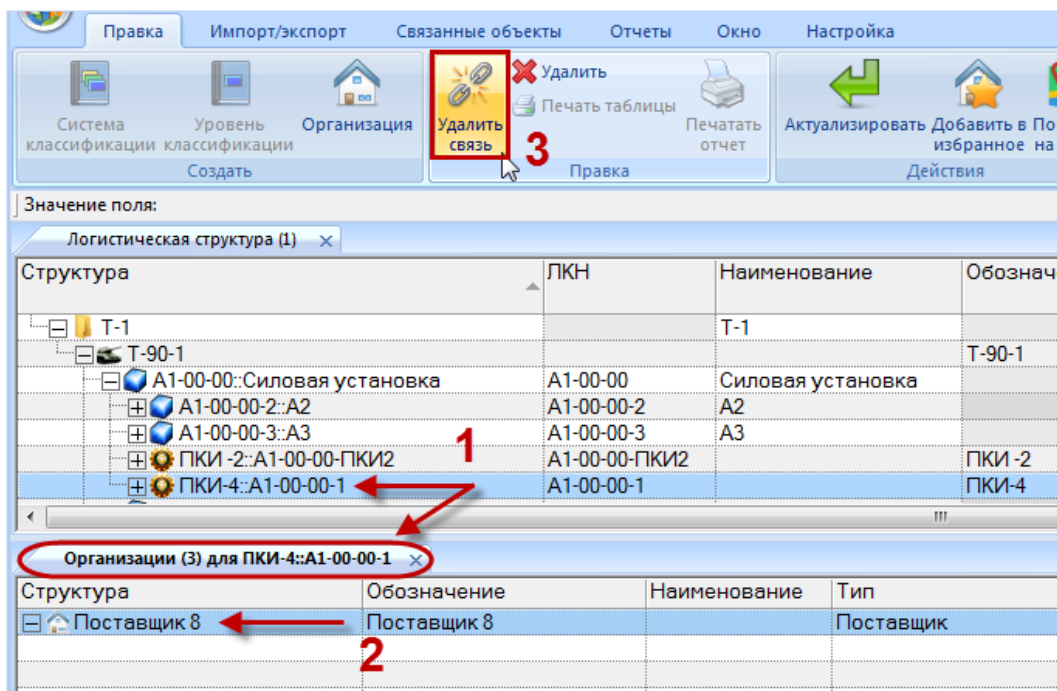

Рис. 9-54 – Удаление связи между организацией и компонентом
- 2) Выделить компонент (1 на рис. 9-54).
- 3) Выделить одну или несколько организаций в окне связанных объектов «Организации» для компонента (2 на рис. 9-54). Для выделения нескольких организаций используйте клавиши CTRL и SHIFT.
- 4) Нажать кнопку «Удалить связь» панели «Правка» (3 на рис. 9-54).